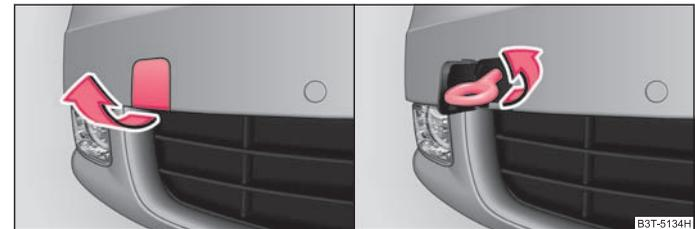

Abb. 203 Vordere Stoßfänger: Ausbau der Abdeckung / Einbau der Abschleppöse
- Nehmen Sie die Abdeckung aus dem vorderen Stoßfänger heraus ⇒ Abb. 203 - links.
- Schrauben Sie die Abschleppöse nach links bis zum Anschlag ein ⇒ Abb. 203 - rechts und ziehen Sie diese so fest wie möglich an. Für das Festziehen empfehlen wir z. B. den Radschlüssel*, die Verzurröse eines anderen Fahrzeugs oder einen ähnlichen Gegenstand zu verwenden, den Sie durch die Öse stecken können.